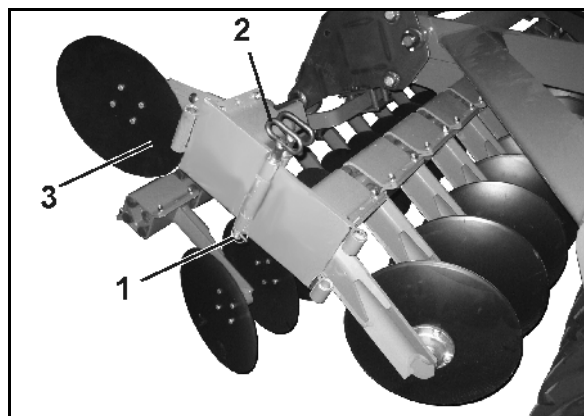

Fig. 58
- 2.1 Løsn klapsplitten (Fig. 58/1).
- 2.2 Træk afstikningsbolten (Fig. 58/2) ud.
- 2.3 Sving kanttallerkenen (Fig. 58/3) ind og afstik denne position med bolten.